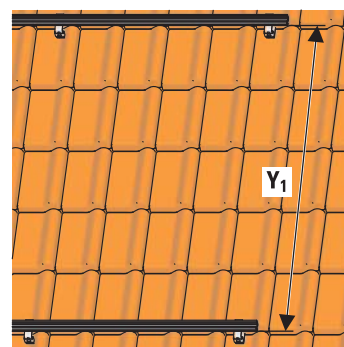

Fig. 3-16 Montaggio delle guide profilate superiori (per la misura vedere tab. 3-2)
16. Montare la guida profilata di montaggio superiore con una distanza pari alla misura Y_1 dalla guida inferiore (fig. 3-16) (sequenza di montaggio analoga a quella della guida profilata inferiore). Assicurarsi che la guida profilata superiore, combinata con quella inferiore e la regolazione dell'altezza, formi una superficie parallela rispetto al supporto dei collettori piani.